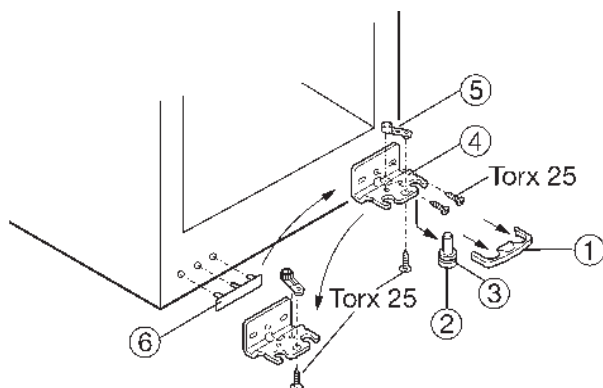

Рис. 4
- Снимите нижнюю крышку, сдвигая ее вперед (рис. 4, (1))
- Выньте шарнирный болт (рис. 4, (2)), переместив его вниз и вперед. При этом обратите внимание на втулку шарнира (рис. 4, (3)).
- Отверните винты крепления элемента петли (рис. 4, (4)).
- Отверните опорный элемент (рис. 4, (5)), переставьте его в противоположное место крепления и надежно закрепите снова.
- Аккуратно снимите крышку, находящуюся со стороны ручки двери (рис. 4, (6)), и переставьте ее на противоположную сторону.
- Прикрепите элемент петли (рис. 4, (4)) на новом месте через внешнее овальное отверстие и круглое отверстие с помощью обычной отвертки.
- ▶ Вставьте снизу шарнирный болт (рис. 4 (2)) с втулкой шарнира (рис. 4 (3)) в элемент петли и опору двери.
- ▶ При необходимости выровняйте положение двери с помощью двух овальных отверстий в элементе петли (рис. 4 (4)), затем затяните винты.
- ▶ Установите крышку (рис. 4 (1)) на место.